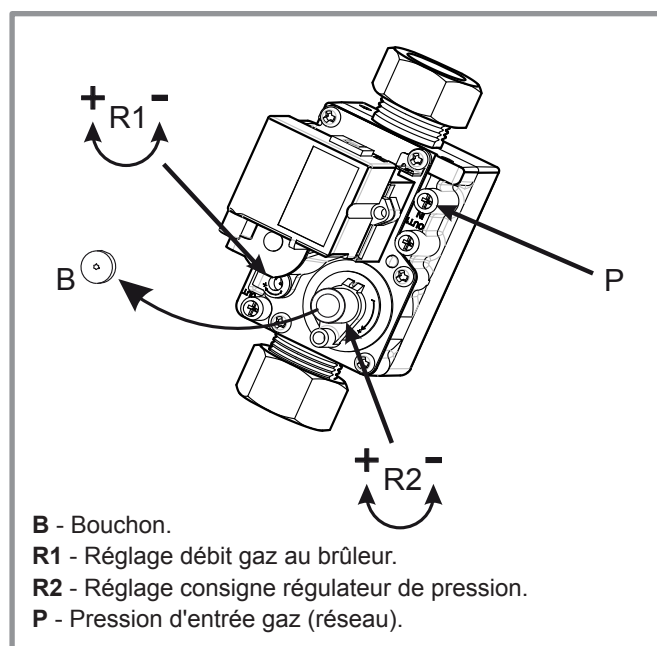

figure 5 - Vanne gaz VGU86 S
- Si nécessaire, ajuster le taux de CO₂ en réglant le débit gaz au brûleur (vis repère R1, figure 5).
- Si nécessaire, ajuster doucement la consigne du régulateur de pression (vis repère R2, figure 5).